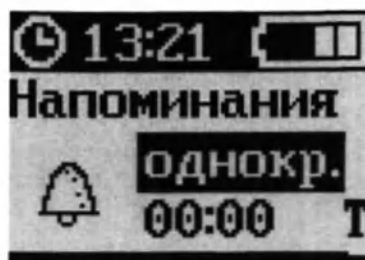

Рисунок 171 – Экран «НАПОМИНАНИЯ»
4. Кнопкой «ВВЕРХ» однократным нажатием установить параметр «ОДНОКР.» (рисунок 171).